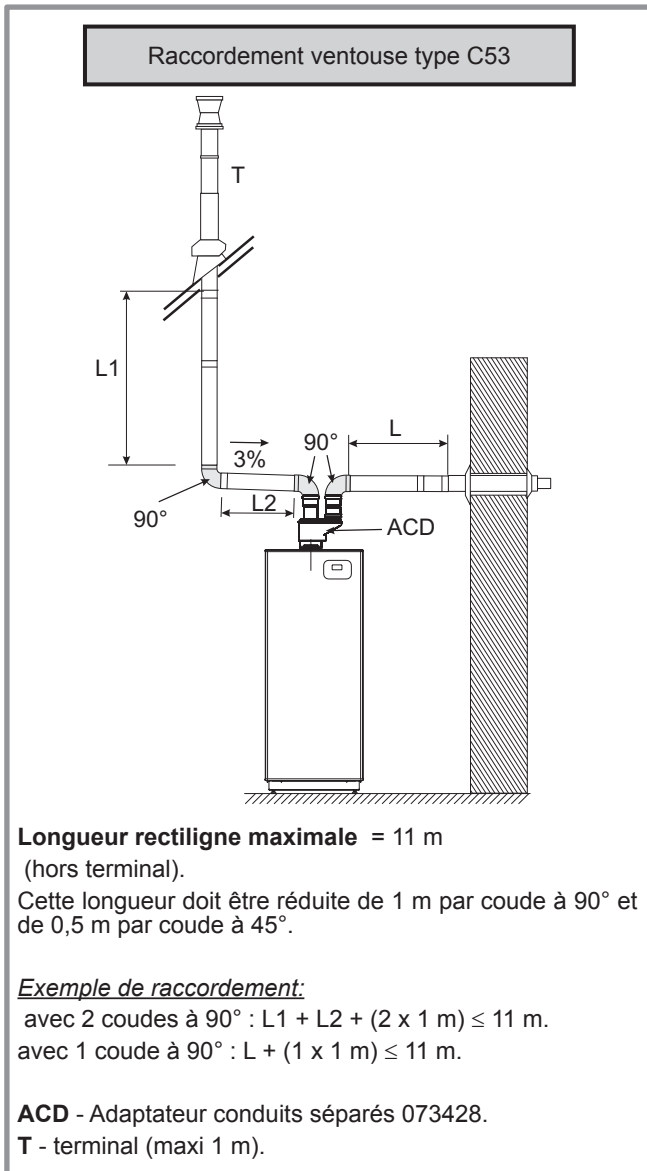

Figure 15 - Possibilités de raccordement (type C53)
- Respecter les longueurs maxi autorisées (figure 15).